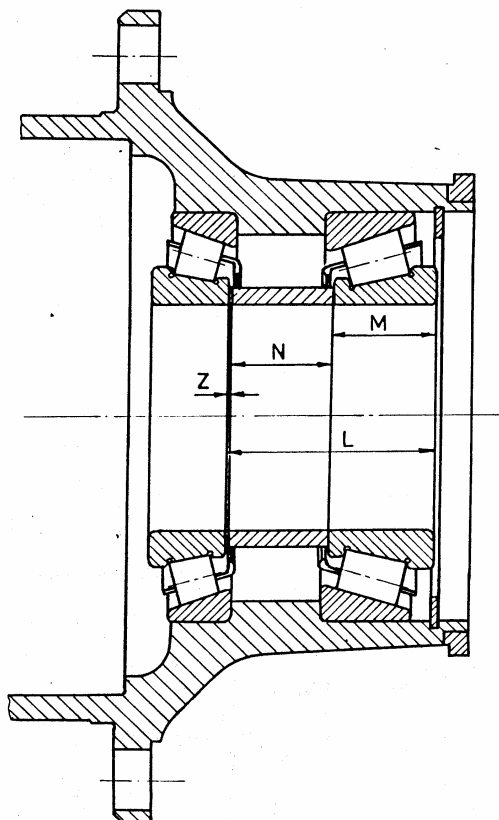

Рис.4. Размеры для расчета сборки ступицы
2. Ступицу положить на внутреннее кольцо наружного подшипника (с использованием соответствующей прокладки) так, чтобы можно было измерять размеры, необходимые для расчета толщины прокладок, вставляемых между распорную втулку и наружный подшипник. Эти прокладки обеспечивают регламентируемый натяг подшипников ступицы колеса, который должен быть от $\pm 0,05$ мм (рис. 4).